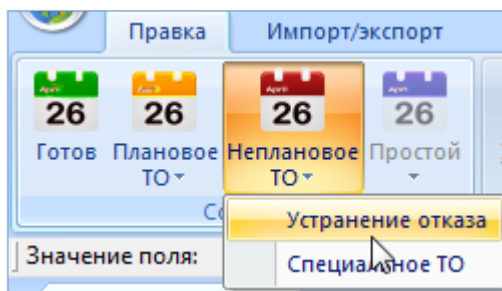

Рис. 28-6 – Выбор вида состояния при его создании
5) При выборе пункта «Простои и временная шкала исправности» открывается окно связанных объектов «Состояния» для экземпляра ФИ (рис. 28-6) одновременно с временной шкалой исправности (подробнее о временной шкале исправности см. в пункте 28.5.2 ««Временная шкала исправности ФИ», стр. 947).
б) Поместить курсор в рабочее окно «Состояния», нажать нужную кнопку панели «Создать» и выбрать вид состояния простоя (рис. 28-6).